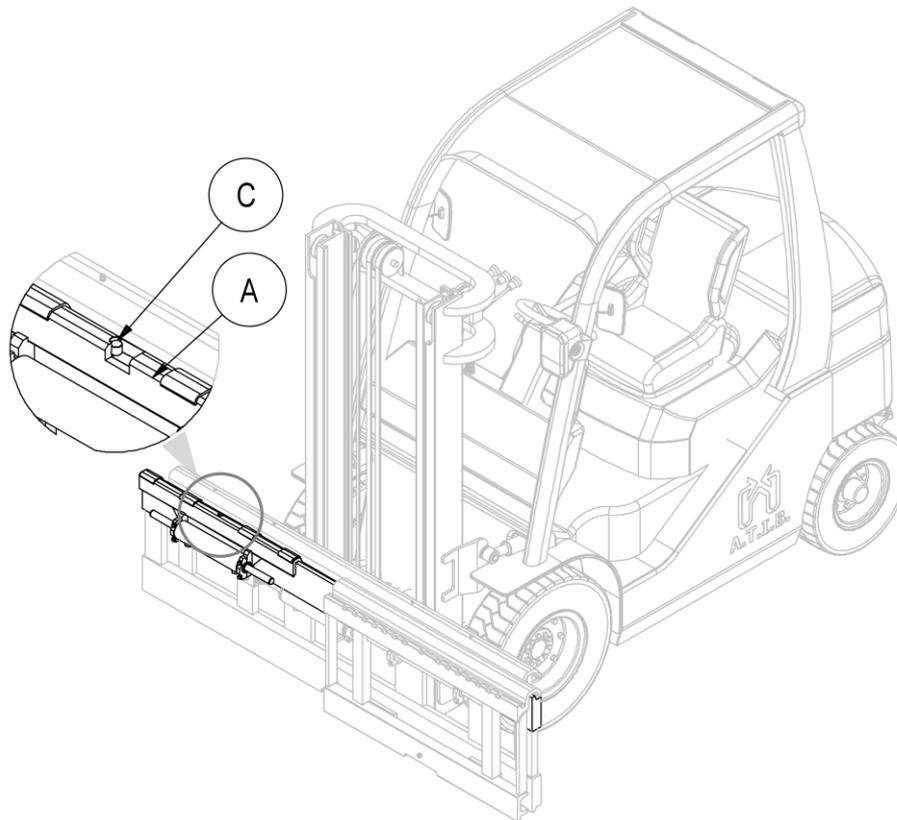

Figura 7
2. Prendere il doppio gancio A (con le relative bocche di scorrimento e con il relativo cilindro traslatore), e posizionarlo sul profilo superiore della struttura posteriore, avendo cura di incastrare il perno C nella apposita tacca di centraggio (vedi *Figura 7*).